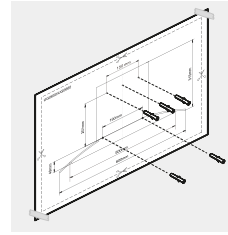

Figura 1
- Trace en la pared las líneas y puntos de referencia especificados en el la (figura 1).
- Retira los filtros de grasa, monta la campana sobre los tornillos superiores y atornilla los tornillos inferiores nuevamente (Figura 1).